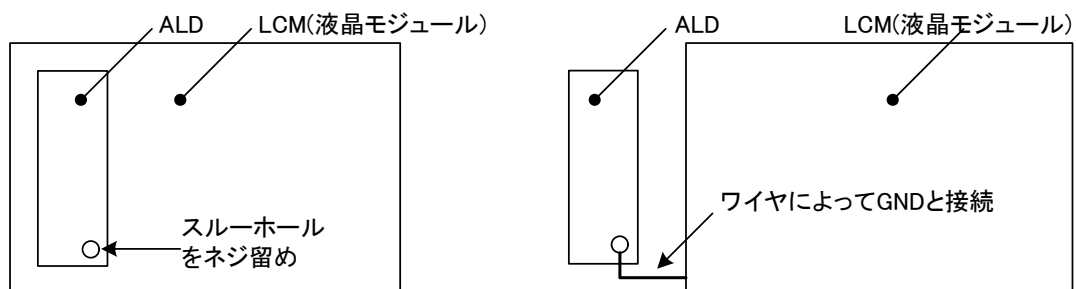

図7-1 GNDの導通方法
- 図7-1のように、本ALDの固定用GNDビアと、LCMのフレームとの間の導通をとることにより、EMIに対する効果が期待できます。また導通をとらずにフローティングで使用した場合、液晶パネルに接触放電がありますとLED経路で過電圧が印加され、本ALDが破損する恐れがありますので、導通の要不要につきましては実機にてご確認ください。